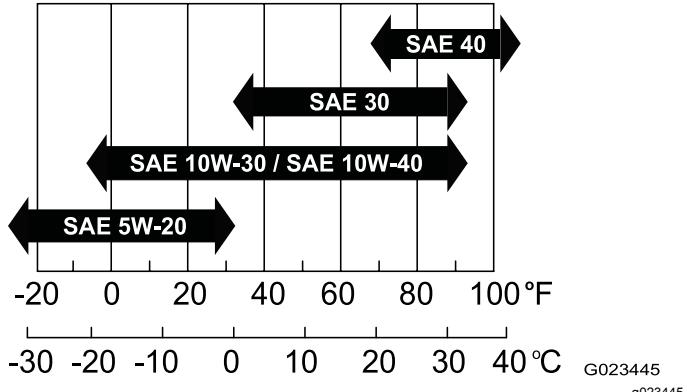

Bild 13
- **Viskosität:** SAE 30. In der folgenden Tabelle finden Sie andere Viskositäten (Bild 13):